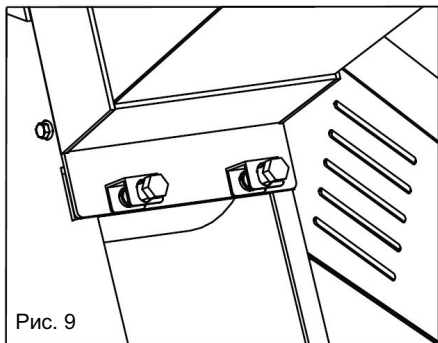

Рис. 9
2. Проверьте нижнюю сторону бункера (4): два отверстия должны быть совмещены с отверстиями в раме. (рис. 9).